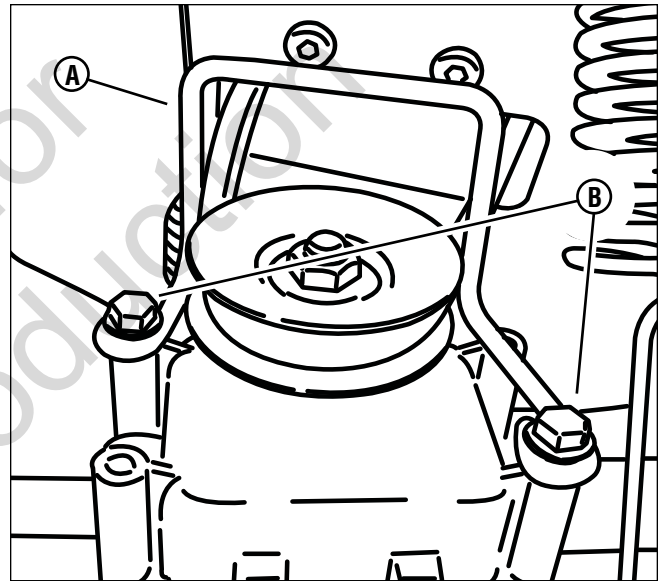

Figure 22 : Démontage du guide de courroie
- a. Enlevez la visserie (**B**, **Figure 22**) fixant la cache de courroie sur l'ensemble de transmission. Déposer ce cache.